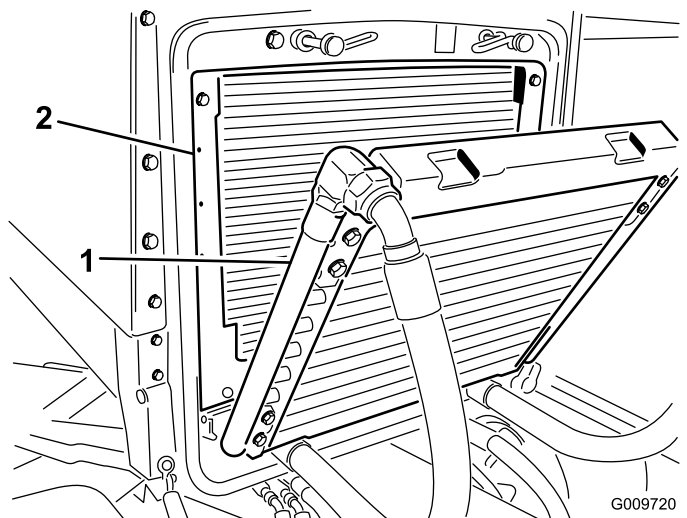

Figura 53
3. Gire el enfriador hacia atrás. Limpie a fondo ambos lados del enfriador de aceite y la zona del radiador (Figura 53) con aire comprimido. Empezando en la parte delantera, soplo los residuos hacia la parte trasera. Luego, limpie desde atrás, soplando los residuos hacia adelante. Repita este procedimiento varias veces hasta eliminar todos los residuos.